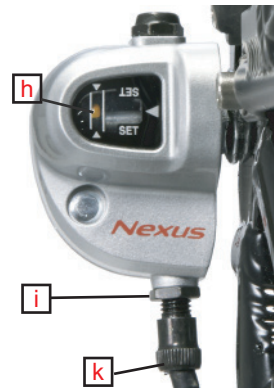

Abb. 16
1. Am Schaltendrehgriff (3) vom 1. in den 2. Gang schalten.
2. Prüfen, ob die gelbe Markierung ([h], Abb. 16) am Schaltwerk (14) mittig zwischen den beiden Begrenzungslinien steht.